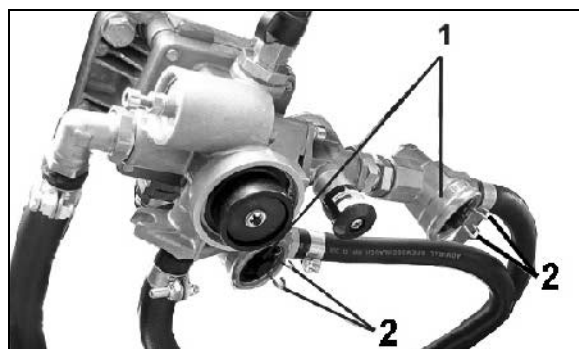

Bild 73
Rengör de två ledningsfiltren (Bild 73/1) en gång i kvartalet (oftare vid besvärliga användningsförhållanden). För detta:
1. Tryck ihop spärren (Bild 73/2) och ta ut spärrestycket med o-ring, tryckfjäder och filterinsats